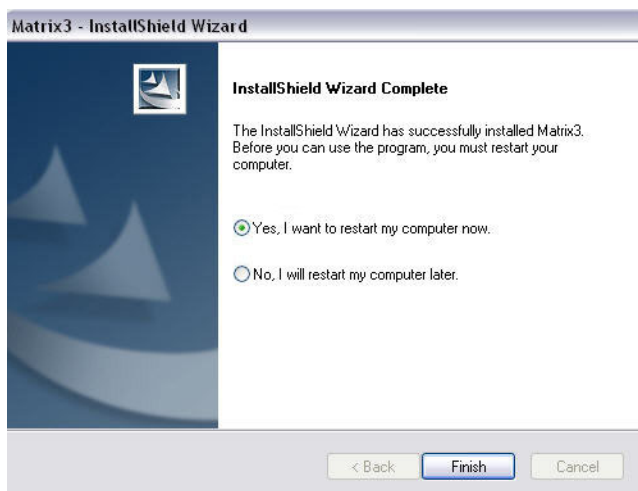

Рис. 10
12. Когда установка завершится, появится следующий экран: Рис. 10. Перед тем как система Matrix сможет работать на ПК, нужно перезагрузить компьютер. Выберите пункт «Yes, I want to restart my computer» [Да, я хочу перезагрузить компьютер] и нажмите кнопку «**Finish**» [Закончить], чтобы перезагрузить.
14. Когда установка завершится, появится следующий экран: Рис. 10. Перед тем как система Matrix сможет работать на ПК, нужно перезагрузить компьютер. Выберите пункт «Yes, I want to restart my computer» [Да, я хочу перезагрузить компьютер] и нажмите кнопку «Finish» [Закончить], чтобы перезагрузить.